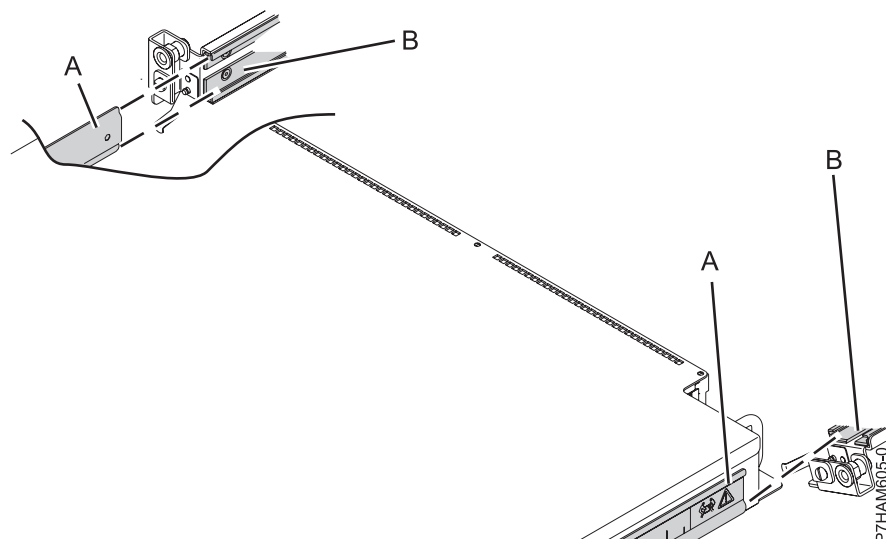

Figure 8. Représentation de la fixation du boîtier aux glissières
- a. Avant de tenter de monter le boîtier de stockage PCIe sur les glissières, observez sur la figure 8 la manière dont le rail de guidage (A) sur le côté du boîtier entre et coulisse dans l'âme de la glissière (B), dont la forme est parfaitement adaptée.
Remarque : Sur la figure 8, la glissière droite (B) est représentée sous un angle qui permet de visualiser son âme creuse. En réalité, la glissière est fixée le long de l'armoire.